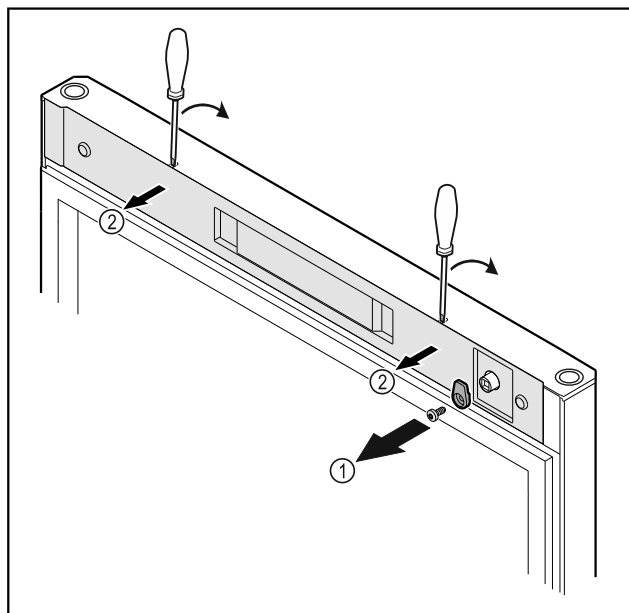

Fig. 10 *
- Odvijte zapiralni zatič Fig. 10 (1)*
- Z majhnim izvijačem sprostite pokrov Fig. 10 (2) in ga odstranite.*